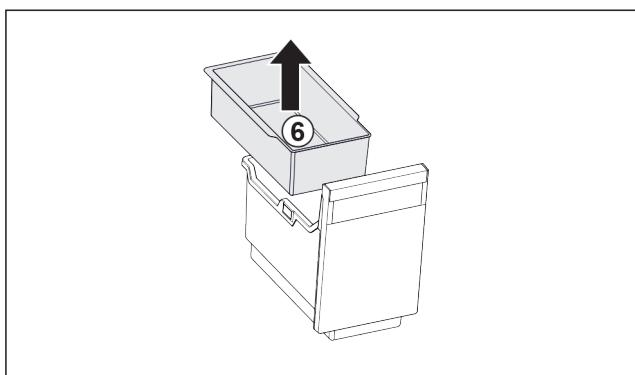

Fig. 42
- Вийняти підвісний лоток Fig. 42 (6).